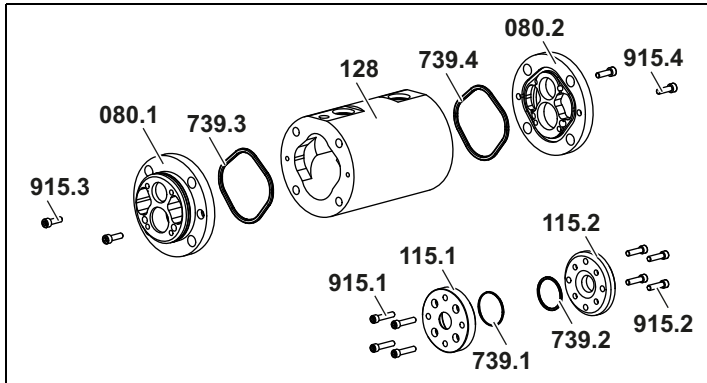

Abb. 12
- ☐ Komplettierung bestehend aus Zylinderschrauben **915.1/915.2**, Flanschen **115.1/115.2** und Dichtungen **739.1/739.2** entfernt. Übersicht siehe Abb. 12, Seite 35
1. Zylinderschrauben **915.3** und **915.4** entfernen, Lagerdeckel **080.2** abnehmen. O-Ring **739.4** entfernen, Übersicht siehe Abb. 12, Seite 35.